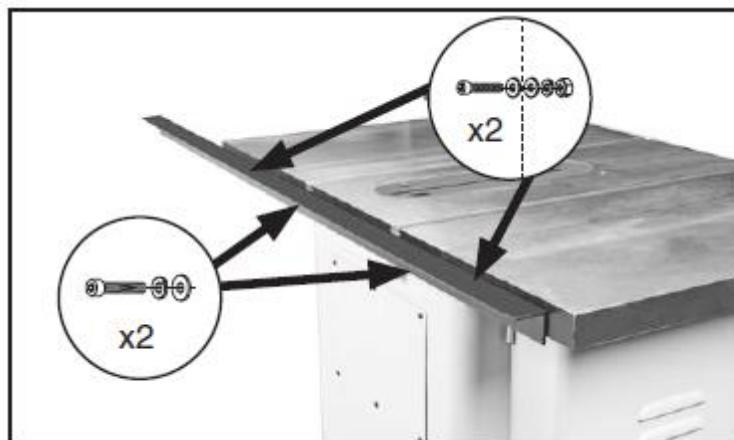

Рис. 17. Установленная задняя направляющая
12. Прикрепить заднюю направляющую с помощью отверстий на основном столе и двух винтов с шестигранным шлицем M10-1,5 x 25 с пружинными шайбами 10 мм и плоскими шайбами 10 мм, рис. 17. Проверить параллельность задней направляющей столу и под пазами поворотной головки перед окончательной затяжкой винтов.